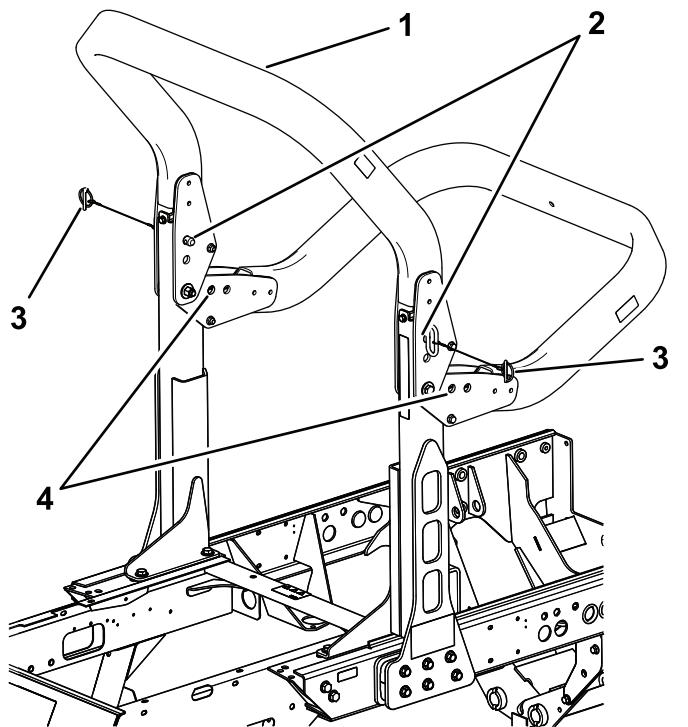

Figura 42
- Supore o peso da estrutura superior enquanto remove os pinos de encaixe e os passadores de forquilha articulados (Figura 42).